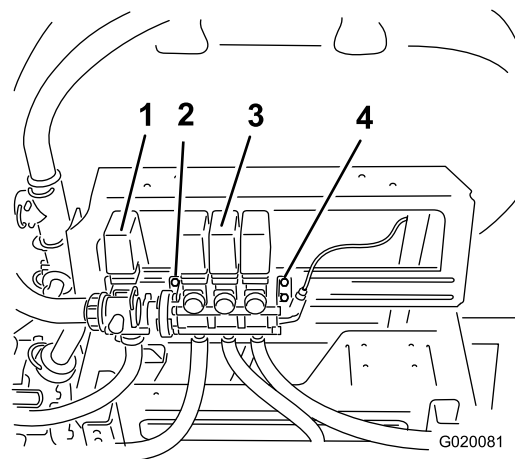
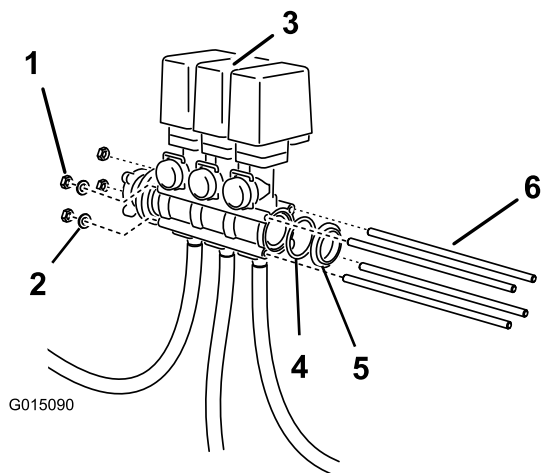

図 4
図 6
- ブーム・バルブ・アセンブリを右側取り付けブラケットに固定しているボルトをゆるめる (外さないこと) (図 4)。
8. ブーム・バイパス・バルブのボディについている穴に、ねじ山付きのロッドを通し、取り付けレールに近い方のロッド 2 本については、左側取り付けブラケットに通す（図 4 と 図 6）。